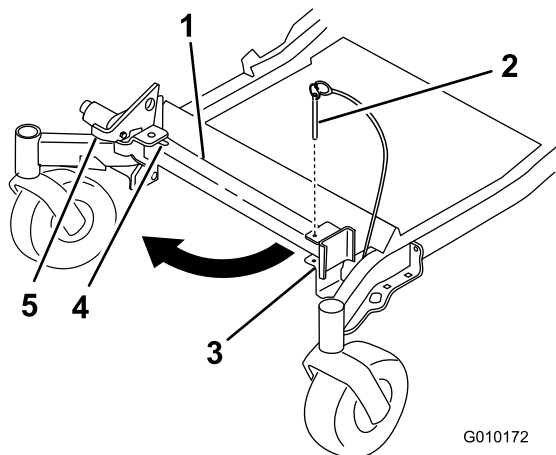
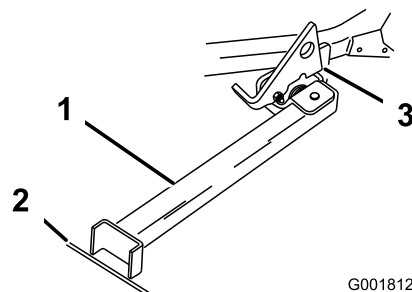

Figura 39
Figura 40
2. Togliete il perno dalla staffa (Figura 39).
3. Alzate il dispositivo di chiusura. Portate il piede del supporto sul davanti e spostate il supporto verso la macchina, nell'intaglio inferiore (Figura 39 e Figura 40).
4. Mettete a terra il piede del supporto ed appoggiate il dispositivo di chiusura sull'aletta orientabile (Figura 40).
- Nota:** Per ottenere risultati ottimali, appoggiate il piede del supporto nelle fessure del marciapiede o nel tappeto erboso (Figura 40).
6. Guidate sul supporto. Fermatevi quando il dispositivo di chiusura cade sull'aletta e si chiude (Figura 40). Una volta sul supporto, innestate il freno di stazionamento e spegnete il motore.
5. Riportate il supporto in posizione di riposo (Figura 39).